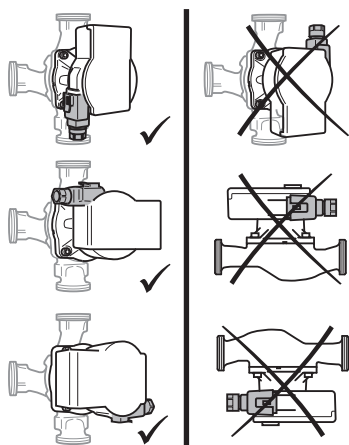

Fig. 2: Монтажни положения
- Мястото на монтаж трябва да бъде избрано съобразно допустимото монтажно положение (Fig. 2).
- Спазвайте допустимото монтажно положение (Fig. 2) на помпата, съответно завъртете главата на мотора (2+6).